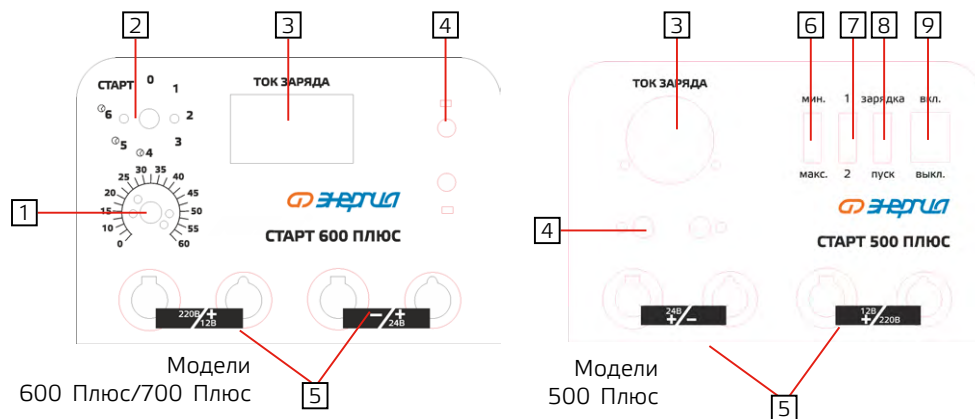

Рис. 1
1. Подключите красный плюсовой (+) провод к соответствующей клемме на ПЗУ в зависимости от номинального напряжения заряжаемого АКБ (см П. 5 рис. 1).
- Переведите переключатель 8 (рис. 1) в положение «Зарядка»;
- Переведите переключатель 7 (рис. 1) в положение «2»;
- Переведите переключатель 6 (рис. 1) в положение «МИН».
- Поверните переключатель 2 (рис. 1) в положение «1».
**Модель СТАРТ 500 ПЛЮС** - Подключите ПЗУ к сети ~220 В, включите ПЗУ переключателем 9 (рис. 1).
**Модель СТАРТ 500 ПЛЮС** - Воспользуйтесь переключателями 6 и 7 (рис.1).
6. В случае установки 4, 5 или 6 режима заряда установите требуемое время заряда АКБ с помощью рукоятки таймера поз. 1 (рис.1), по завершении отсчета таймера заряд прекратится автоматически. **Только модели СТАРТ 600 ПЛЮС и СТАРТ 700 ПЛЮС.**
1. Подключите красный плюсовой (+) провод к соответствующей клемме на ПЗУ в зависимости от номинального напряжения заряжаемой АКБ (см П. 5 рис. 1).
**Модель СТАРТ 500 ПЛЮС** - Переведите переключатель 9 (рис.1) в положение «ВЫКЛ».
**Модели СТАРТ 600 ПЛЮС и СТАРТ 700 ПЛЮС** - Переведите переключатель 2 (рис.1) в положение «0».
5. Переведите переключатель 8 (рис. 1) в положение «ПУСК».